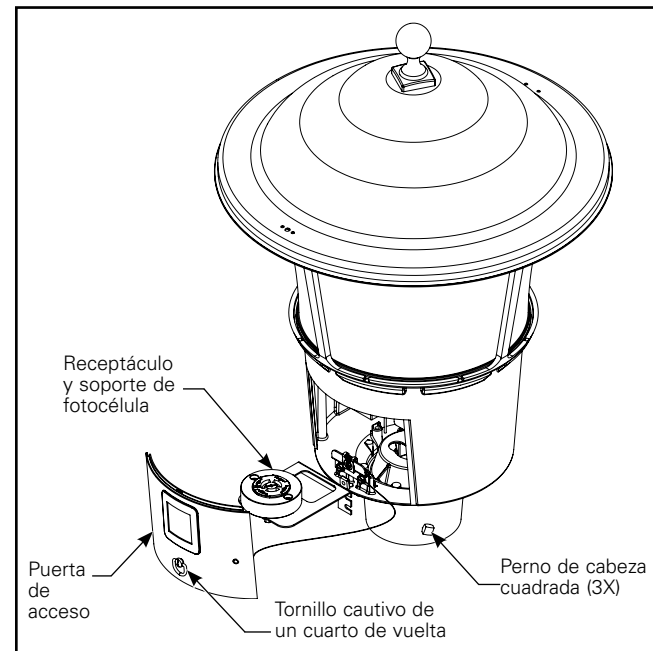

Figura 1.
1. Retire la puerta de acceso girando el tornillo cautivo de un cuarto de vuelta en sentido contrario a las agujas del reloj para desactivar el bloqueo. (Figura 1.)
3. Coloque la luminaria en el poste y gírela hasta que el "LADO DE LA CALLE" esté orientado hacia la calle o en la posición deseada. Apriete los tres pernos de cabeza cuadrada a 140-160 pulg./lbs. (Figura 1)